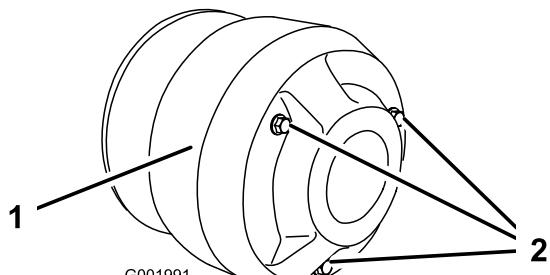

Figura 57
- Togliete i tre bulloni che fissano il carter della frizione e togliete il carter (Figura 57).